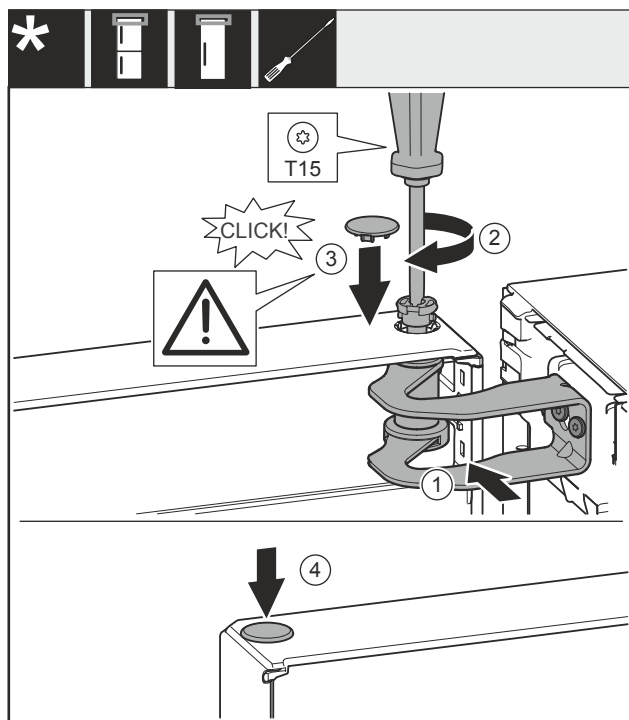

Fig. 37
- Allineare la porta all'apertura nella staffa di supporto Fig. 37 (1).
- Inserire i perni Fig. 37 (2) e stringerli con un cacciavite.
- Inserire la copertura Fig. 37 (3).
- Controllare che la copertura Fig. 37 (3) poggi sulla porta.
- Inserire la copertura Fig. 37 (4).